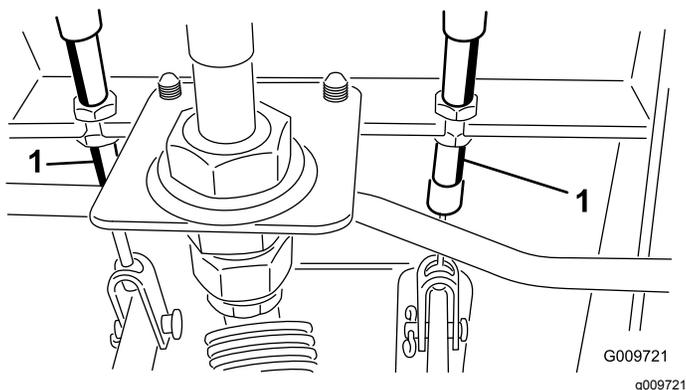

Рисунок 97
- A. Отпустите переднюю гайку на резьбовом конце троса тормоза (Рисунок 97).